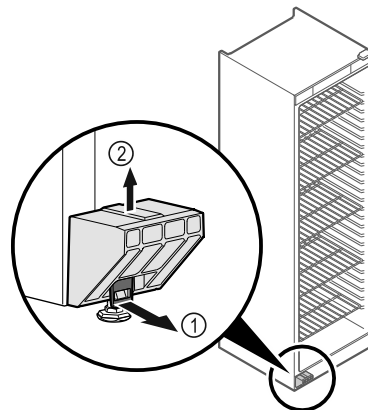

Fig. 6
- ▶ Tirare in avanti la linguetta Fig. 6 (1).
- ▶ Tirare verso l'alto la protezione per il trasporto Fig. 6 (2).